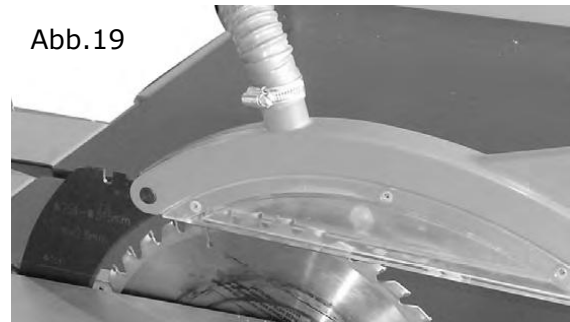

Abb.19
- Stellen Sie die Schutzhaube des Kreissägeblattes gemäß Abb. 19 ein.